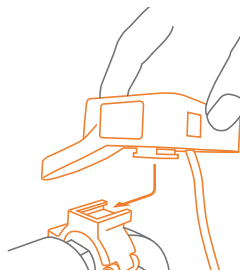

Figure 3: Fixez le contrôleur de support de poussée.
- a. Fixez le contrôleur du support de poussée (**Figure 3**).